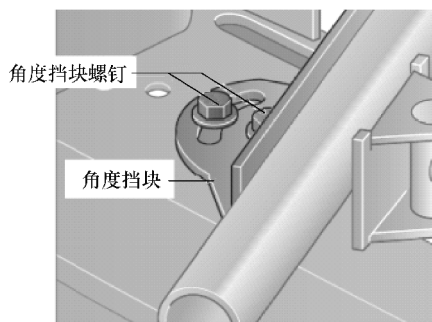

图 6-5 拧紧角度挡块螺钉
5) 设定好需要的角度，并且再度拧紧角度挡块螺钉，如图 6-5 所示。